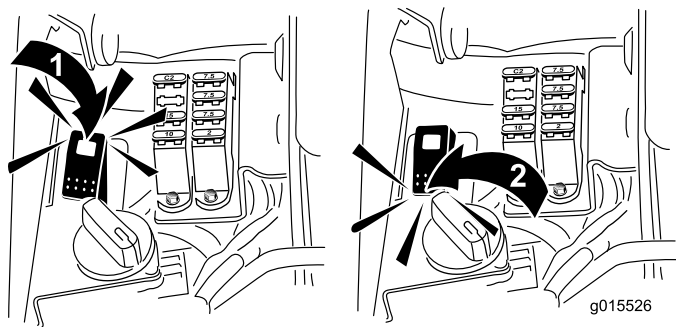

Figura 59
5. Rode a alavanca de rectificação para a posição "R" (Figura 59).